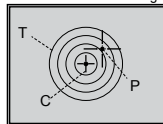

Fig.4
- Manteniendo el centro de la cruz auxiliar en el punto de puntería, girando el controlador, desplace la retícula con respecto a la cruz auxiliar, antes que la retícula coincida con el punto de impacto (P)(ver. Fig.4).
- Mantenga presionado el regulador (6) para guardar las configuraciones y salga del modo de reglaje de tiro.